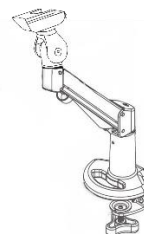

Figura 5 - Soporte del dispositivo
2. **Soporte del dispositivo** (Figura 5): cada dispositivo se suministra con un soporte. Este componente permite sujetar el aparato durante las mediciones. Su diseño permite al usuario ajustar la altura y el ángulo del dispositivo para realizar la prueba con el paciente en la posición correcta.